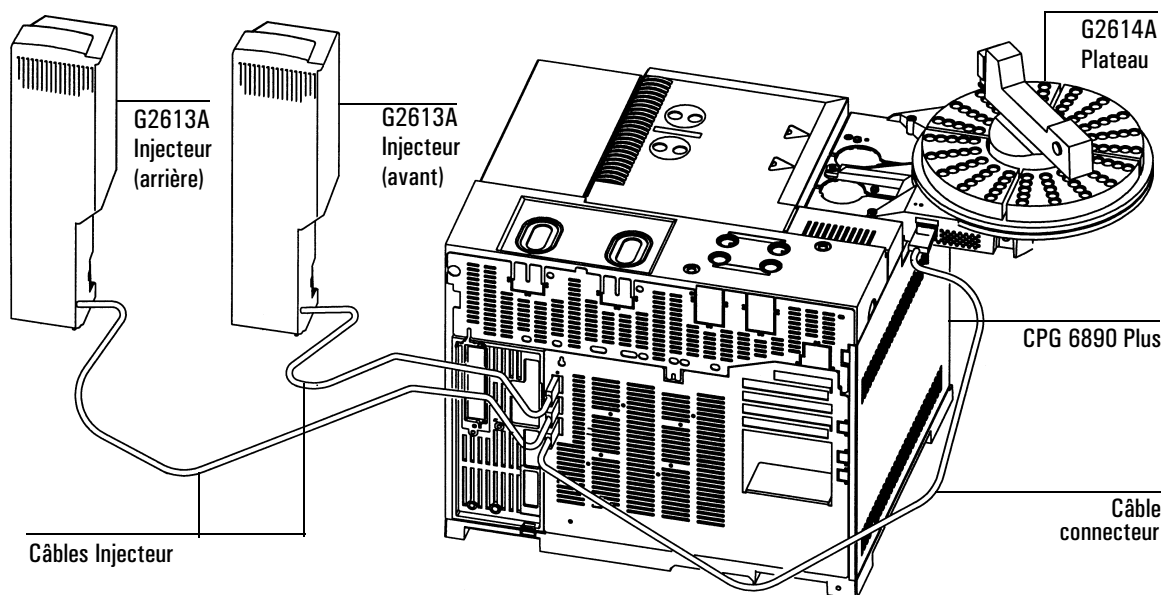
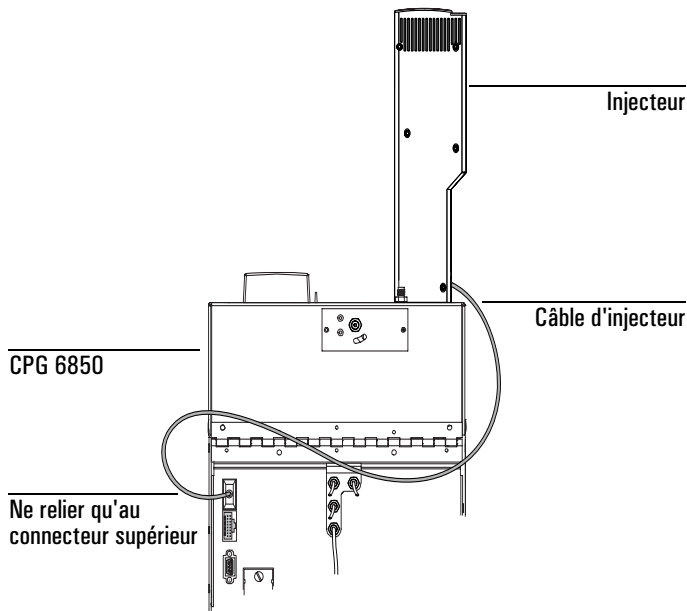

Figure 7 Câblage du passeur automatique d'échantillons 7683 pour une utilisation avec le CPG 6890 Plus
Figure 8 Câblage du passeur automatique d'échantillons 7683 pour une utilisation avec le CPG 6850
1. Connectez le (les) injecteur(s) au CPG. Utilisez le câble du plateau, réf. G2614-60610, pour connecter le plateau au CPG. Voir la Figure 7 ou la Figure 8.